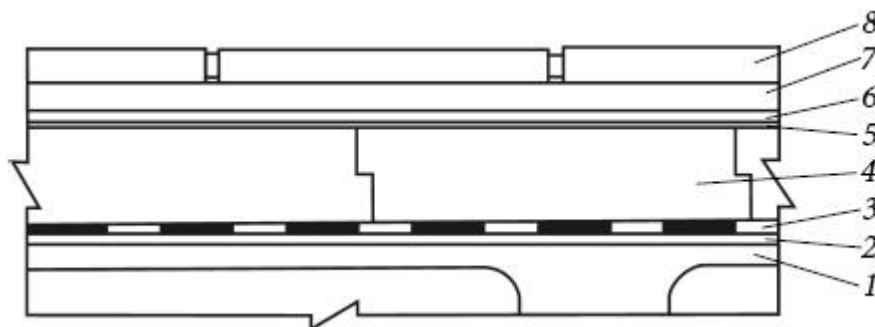

Рис. 39.
3. Монтируют плиты прочного утеплителя (ЭППС или подобные ему влагостойкие материалы), укладывая стык в стык и соединяя в пазы. Соседние ряды укладывают с перевязкой швов. Швы заделывают герметиком и проклеивают армированной лентой. При необходимости, монтируют 2 или 3 слоя теплоизоляции с обязательной перевязкой и герметизацией швов (рис. 39).